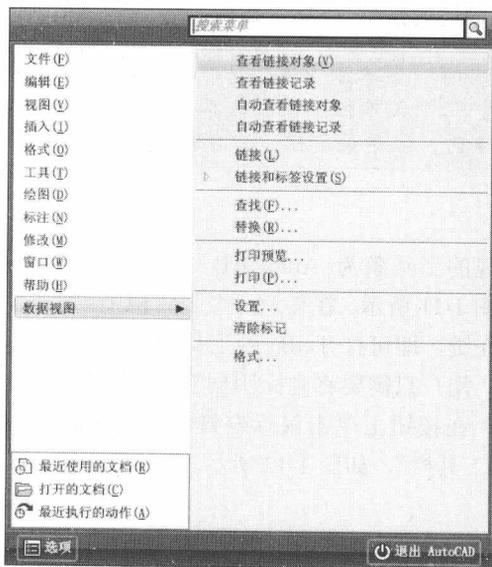

图 1-8 菜单浏览器
- “菜单浏览器”按钮位于标题栏最左端，它是新增的一项功能，此功能将所有菜单命令都集中在一个位置，用户可以选择、搜索各菜单命令，也可以标记常用命令以便日后查找，如图 1-8 所示。